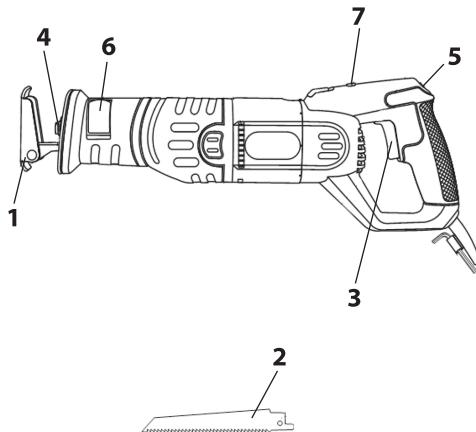

рис.1
1.6 Общий вид пилы схематично представлен на рис. 1
1.7 Однофазный коллекторный двигатель и приводной механизм пилы расположены в пластиковом корпусе. Корпус, состоящий из двух половин (правой и левой), выполнен заодно с рукояткой, расположенной сзади двигателя. Крутящий момент с якоря электродвигателя, через шестерню преобразуется в редукторе в возвратно-поступательное движение штока. На стволе штока расположен держатель лезвия (рис.1 поз.4), в который крепится пильное полотно (рис.1 поз.2). Рабочим инструментом пилы являются пильные полотна с универсальным хвостовиком 1/2".
1.8 Клавиша выключателя (рис.1 поз.3) расположена в передней части рукоятки. Включение пилы осуществляется нажатием на клавишу выключателя указательным пальцем. Регулятор скорости (рис.1 поз.5) расположен на рукоятке. С его помощью устанавливается необходимая скорость хода пильного полотна. В верхней части рукоятки расположен светодиодный выключатель (рис.1 поз.7). Светодиодная подсветка для удобства работы.
При выборе скорости движения пильного полотна необходимо оценить материал заготовки. Чем твёрже распиливаемый материал, тем ниже скорость, устанавливаемая регулятором (рис.1 поз.5).